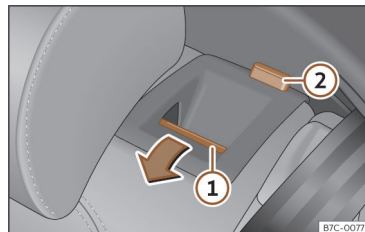

Fig. 97 Banquette arrière : rabattre le dossier.
- Appuyez sur la touche de déverrouillage >>> **fig. 97** ① vers l'avant en abaissant simultanément le dossier. Le dossier arrière est débloqué quand le repère rouge est visible sur la touche ②.